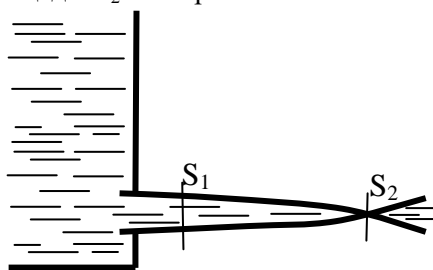

Рис.10
2. В боковой стенке широкого открытого бака вмонтирована суживающаяся трубка (рис.10), через которую вытекает вода. Площадь сечения трубки уменьшается от  $S_1 = 3$  см2 до  $S_2 = 1$  см2. Уровень воды в баке на  $h = 4,6$  м выше уровня в трубке. Пренебрегая вязкостью воды, найти горизонтальную составляющую силы, вырывающей трубку из бака.